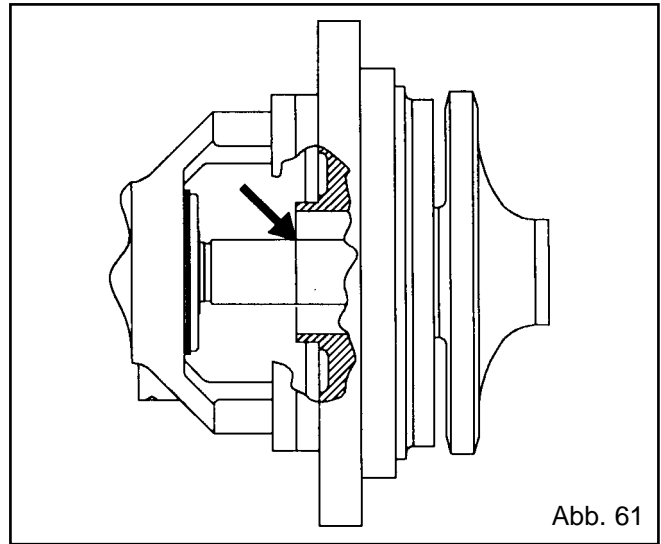

Abb. 61
- Die Wellenschutzbuchse (126) bündig zur Oberfläche der Dichtungskammer markieren (Abb. 61).